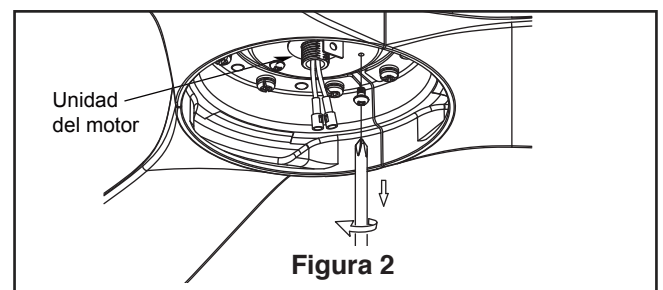

Figura 2
2. Coloque y ajuste firmemente la cubierta para el tornillo de la base sobre los tornillos de reborde de la abrazadera para colgar mediante el mecanismo de seguro por giro del chavetero. (Figura 2)
2. Extraiga uno de los tres tornillos del soporte ubicado en la parte interior de la unidad del motor. Guárdelos para después y afloje levemente los otros dos tornillos. (Figura 2)
2. Restablezca la fuente de alimentación de la toma de corriente encendiendo la electricidad del fusible principal. (Figura 2)